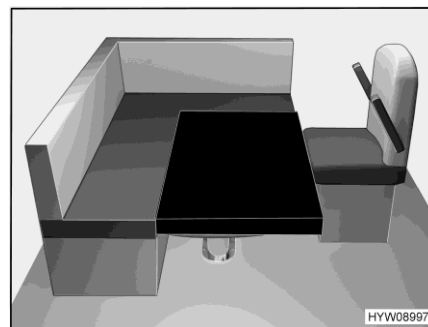

Bild 71 Efter ombyggnaden
- Lägg extra dynan som det Bild 71 visas på bordet. Det avrundade hörnet visar framåt till höger.